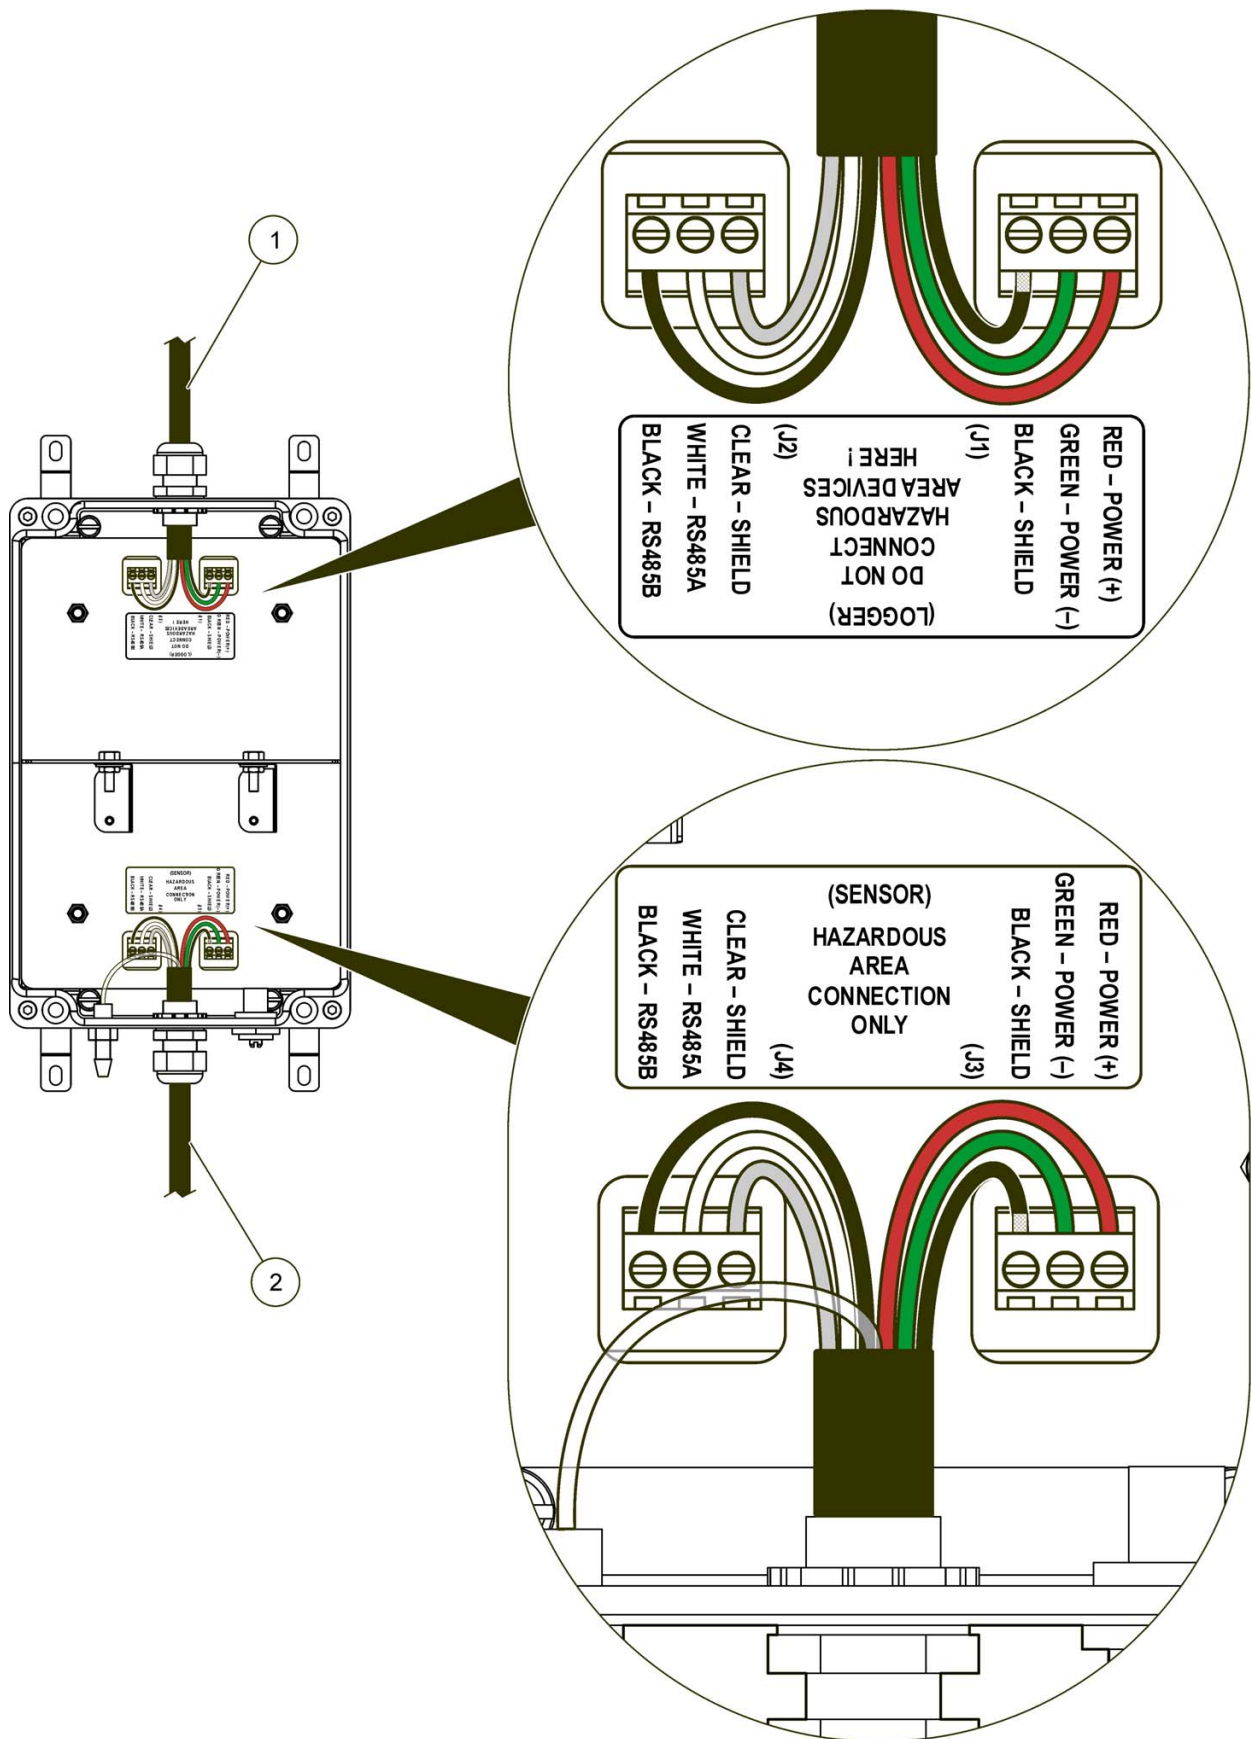

Abbildung 3 Verdrahtung der Trennbarriere
2. Stecken Sie das Kabel vom Flo-Dar Sensor durch die Zugentlastungsmuffe an jener Seite der Trennbarriere mit der Beschriftung „Anschlüsse für explosionsgefährdete Bereiche“ (Abbildung 3 auf Seite 13). Ziehen Sie die Zugentlastung fest.
3. Falls der Flo-Dar Sensor über den optionalen SVS-Sensor verfügt, stecken Sie das Kabel vom SVS-Sensor durch die Zugentlastungsmuffe an jener Seite der zweiten Trennbarriere mit der Beschriftung „Anschlüsse für explosionsgefährdete Bereiche“ (Abbildung 3 auf Seite 13). Ziehen Sie die Zugentlastung fest.
5. Schließen Sie die Drähte an den Anschlüssen J3 und J4 wie in Abbildung 3 auf Seite 13 dargestellt an. Üben Sie nach dem Einstecken jeden Drahts leichten Zug aus, um sicherzustellen, dass die Verbindungen fest sitzen.
6. Montieren Sie den Luftschlauch vom Sensorkabel wie in Abbildung 3 auf Seite 13 gezeigt in die Muffe am Gehäuse der Trennbarriere.
7. Stecken Sie das Kabel vom Logger bzw. Controller durch die Zugentlastungsmuffe auf der anderen Seite der Trennbarriere (Abbildung 3 auf Seite 13). Ziehen Sie die Zugentlastung fest.
9. Schließen Sie die Drähte an den Anschlüssen J1 und J2 an, wie in Abbildung 3 auf Seite 13 dargestellt. Üben Sie nach dem Einstecken jeden Drahts leichten Zug aus, um sicherzustellen, dass die Verbindungen fest sitzen.